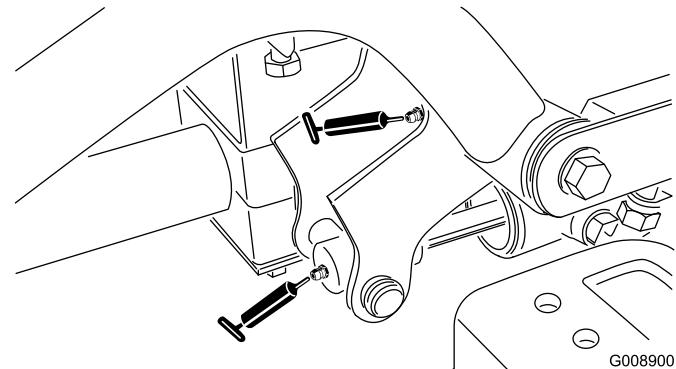

**Figure 50**
- Pivot de direction (Figure 50)